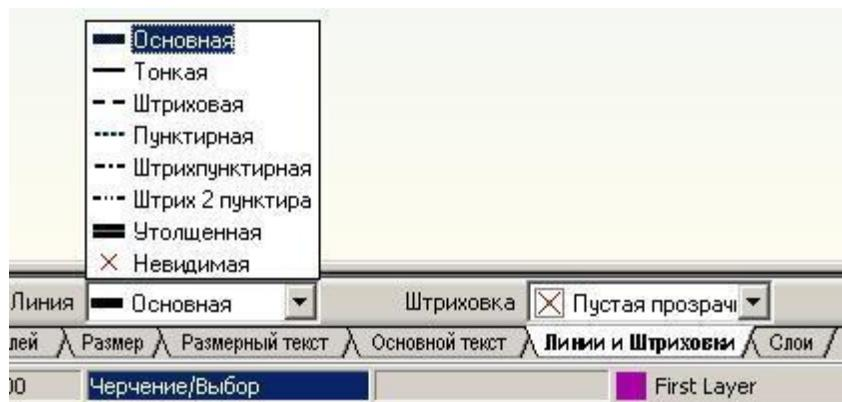

Рисунок 9. Страна состояния
- В строке состояния (рис. 9) во вкладке "Линия" нажмите и выберите тип линии "**Штрихпунктирная линия**". Окружность будет строиться штрихпунктирной линией.
- В строке состояния (рис. 9) во вкладке "Линия" нажмите и выберите тип линии "Основная линия". Окружность будет сюзаться основной линией.
- В строке состояния (рис. 9) во вкладке "Линия" нажмите и выберите тип линии "Штрихпунктирная линия". Отрезок будет строиться штрихпунктирной линией.